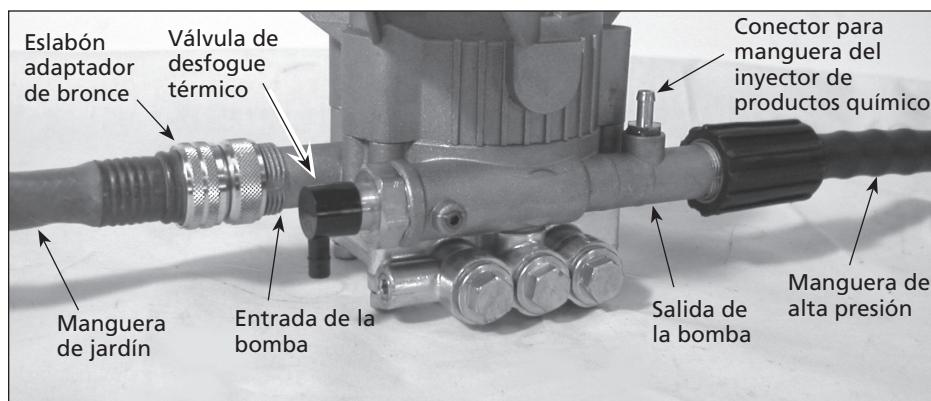
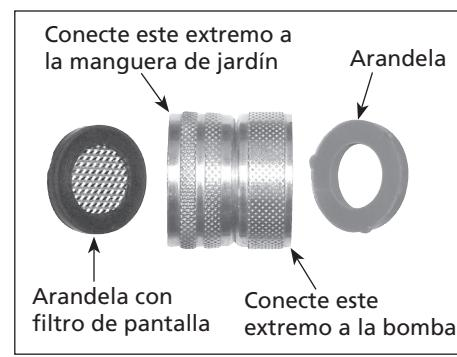

Figura 2 - Conexión de la bomba
Figura 3 - Eslabón adaptador de bronce
1. Conecte el tubo de plástico transparente al conector dentado de la bomba (ver Figura 2 en la página 21).
- Adaptador giratorio de bronce** (vea la Figura 2). Si ya no está conectado a la entrada de la bomba, arme el eslabón adaptador y conéctelo a la entrada de la bomba (Figura 3 y Figura 4). Asegúrese de conectar el lado correcto del eslabón adaptador a la bomba.